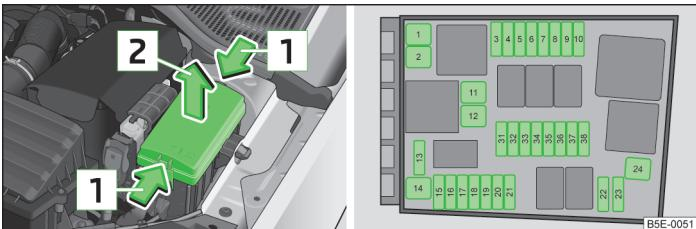

Fig. 218 Tapa de la caja de fusibles en el vano motor / representación esquemática de la caja de fusibles
- Presione al mismo tiempo las teclas de bloqueo de la cubierta en el sentido de la flecha **1** » fig. 218.